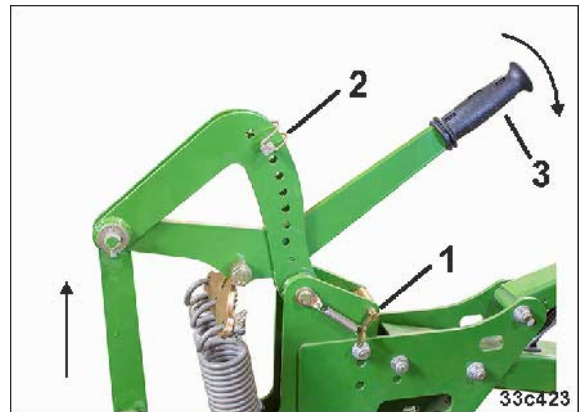

Fig. 187
4. Sæt splitten i parkeringsposition (Fig. 187/2)